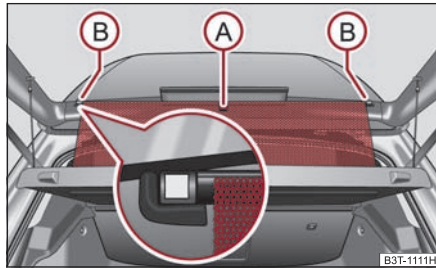

Abb. 71 Sonnenschutzrollo ausrollen
- Ziehen Sie das Sonnenschutzrollo am Griff (A) heraus und hängen Sie es in die magnetischen Halter (B) ⇒ Abb. 71.